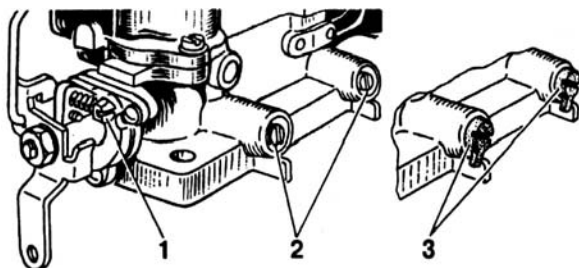

Рис. 7.8. Регулировочные винты карбюратора:
- завернуть винты 2 (рис.7.8) состава смеси (винты качества) до упора, но не слишком туго, затем отвернуть каждый из них на 4,5 оборота;
После окончания регулировки на винты 2 качества смеси установить ограничительные колпачки 3, как показано на рис. 7.8.